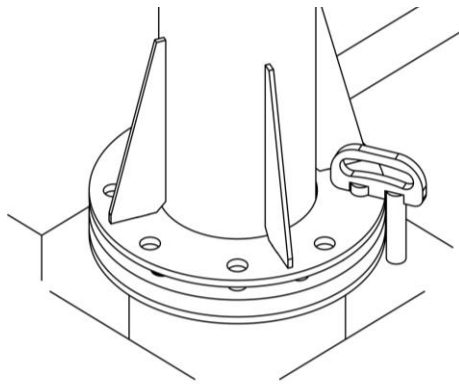

Рисунок 5.
- Для фиксации в рабочем положении с регулировкой максимального угла поворота фиксатор вставляется короткой стороной в отверстие фланца стойки. Предварительно необходимо выбрать нужное отверстие, определяющее максимальный угол поворота (рис. 5).